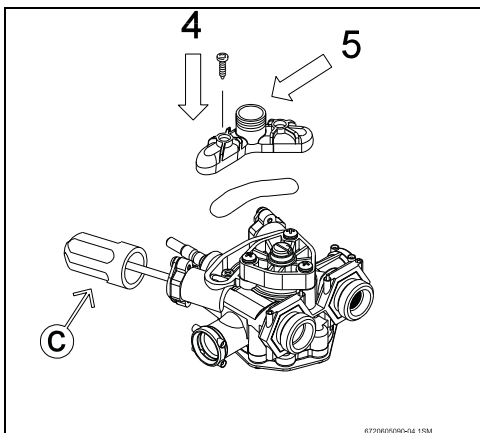

Fig. 4
- Monter la pièce de sortie de l'eau et le joint avec les vis ci-jointes, veiller à la bonne position du joint (voir pos. 4, Fig. 4).
- Monter la garniture de baigns ou le bec verseur sur la pièce de sortie de l'eau (voir pos. 5, Fig. 4).
- Monter la calandre. Monter à gauche la manette du robinet d'eau chaude et à droite la manette du robinet d'eau froide (voir pos. C, Fig. 4).